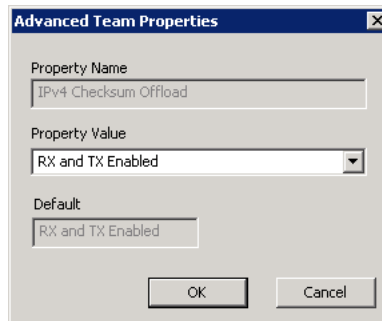

Abbildung 3-7. Einstellen erweiterter Team-Eigenschaften
- ❑ **Advanced** (Erweitert) – Klicken Sie auf diese Schaltfläche, um QLogic-spezifische Teamfunktionen wie RSS, MTU oder verschiedene Offloads zu konfigurieren. Diese Eigenschaften werden zur Konfiguration der Mitgliedsadapter verwendet, um Konflikte nach der -Erstellung zu vermeiden. Abbildung 3-7 zeigt das Dialogfeld **Advanced Team Properties** (Erweiterte Team-Eigenschaften).